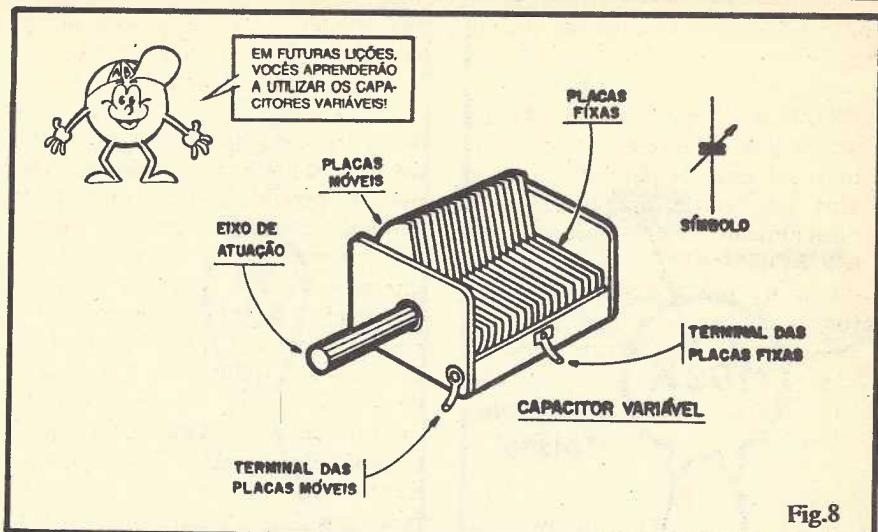
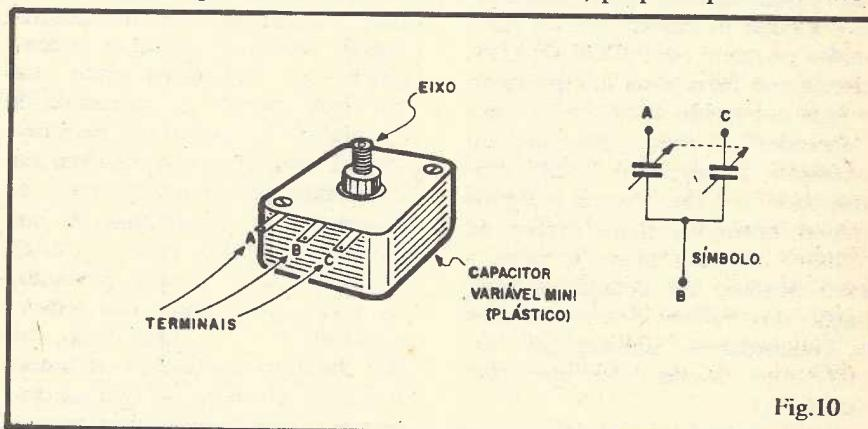

Fig.8
Fig.10
- FIG. 8 - CAPACITOR VARIÁVEL METÁLICO - é um modelo já meio "ultrapassado", mas ainda utilizado em muitos circuitos de rádio, para a sintonia (aprendemos sobre a parte teórica desse assunto, em futura Lição específica...). Apresenta um conjunto de lâminas metálicas fixas, regularmente espaçadas, entre as quais gira um outro conjunto, formado por lâminas metálicas móveis (acopladas mecanicamente a um eixo de comando...). Ao ser girado o eixo de atuação, as placas móveis podem ser mais ou menos "enfiadas" entre as placas fixas, mudando assim, dentro de certa faixa máxima e mínima, a capacidade geral do componente. Assim, por exemplo, um CAPACI-
- FIG. 10 - CAPACITOR VARIÁVEL MINI (PLÁSTICO) - Os modernos receptores de rádio, ultra-portáteis, tipo walkman e coisas assim, requerem, obviamente, uma intensa miniaturização em todos os seus componentes (já pensaram um rádio "de boné", feito essas coisas ridículas que tem por aí, usando na sintonia um baita capacitor variável "de lata", feito aquele mostrado na fig. 8...?). Assim, existem os componentes com corpo plástico, miniaturizado ao máximo, próprios para os "radi-